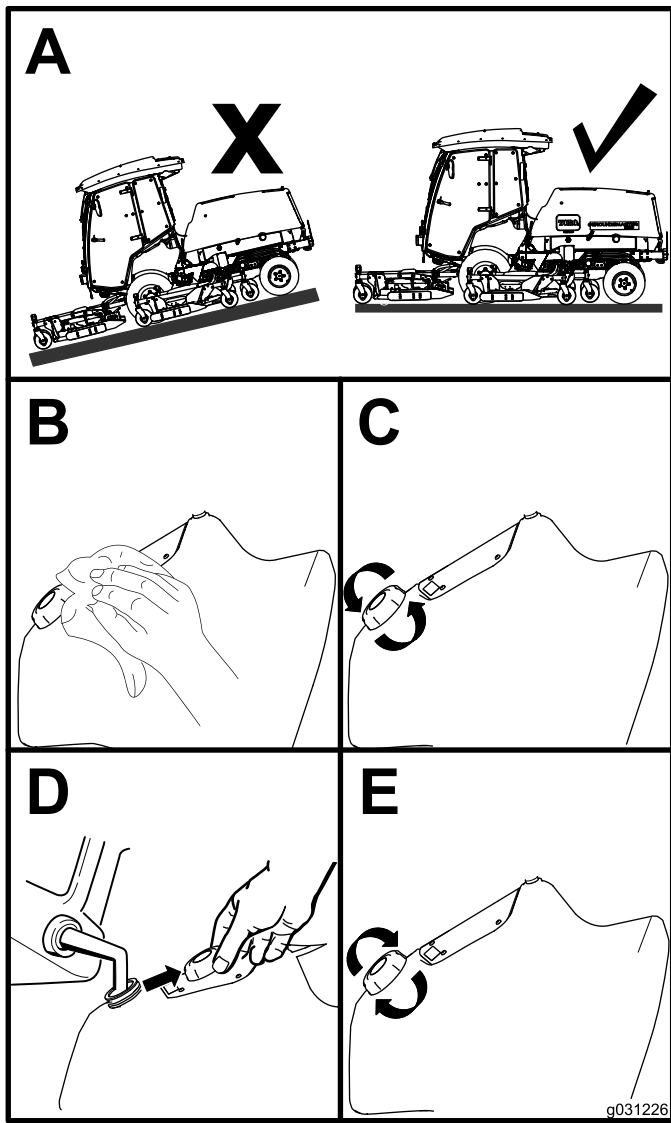

Figura 14
1. Aparque la máquina en una superficie nivelada (Figura 14).